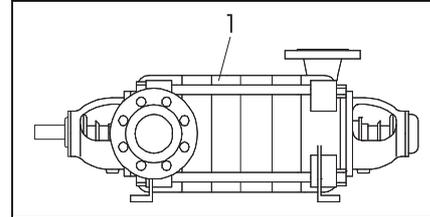

Abbildung 2: Lieferumfang GH mit freier Welle
- mit freier Welle bestellt werden, d. h. die Lieferung erfolgt ohne Motor und ohne Fundament (→ Abbildung 2, S. 12)